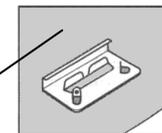

fig. 10
e) Collocare le placche base (T1) equidistanti le une delle altre, attorno tutto il perimetro. Se si utilizzano le piastrelle in opzione, collocare una placca base (T1) su ciascuna delle piastrelle (fig. 10).